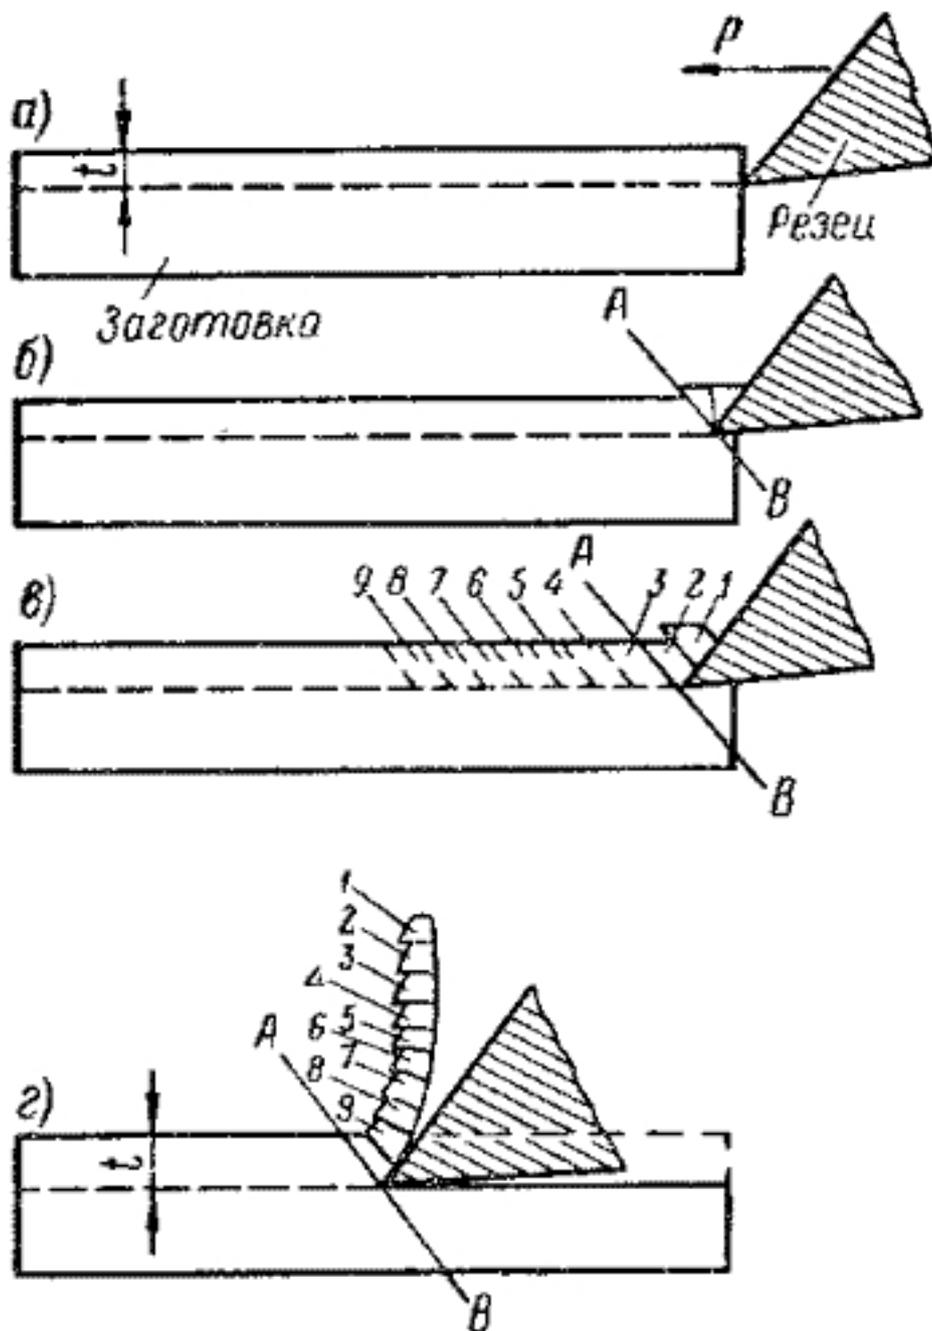

Рис. 8. Схема процесса образования стружки.
**Пластическая деформация при резании металлов.** На рис. 8 показана последовательность образования стружки при строгании металла. Под действием некоторой силы  $P$  слой металла, находящийся перед передней поверхностью резца, сжимается (рис. 8, а), а затем, не отрываясь от основной массы металла, срезаемый слой начинает выдавливаться вверх вдоль передней поверхности (рис. 8, б).
Это происходит до тех пор, пока давление резца не превысит силы сцепления между частицами металла. В этот момент сжатый (деформированный) элемент стружки сдвинется по плоскости АВ (рис. 8, в), а передняя поверхность резца будет продолжать сжимать, а затем и сдвигать следующий элемент (рис. 8, г), т. е. снимать с заготовки слой металла на глубину  $t$  - резать металл.